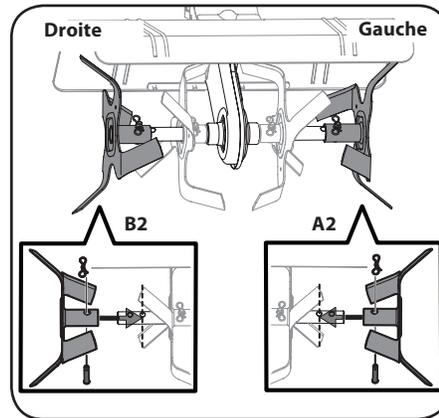

Figure 3-2
3. Préparez deux autres axes de chape et deux goupilles fendues. Placez-vous face au motoculteur et enfitez les dents notées A2 sur l'arbre de gauche. Ensuite, enfitez les dents notées B2 sur l'arbre de droite. (Figure 3-2)